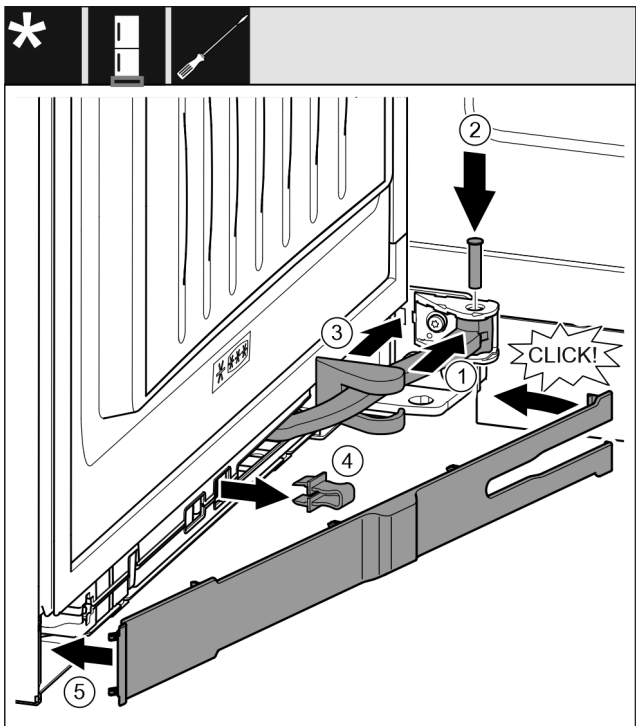

Fig. 47
- ▶ Pasukite lankstą durų kabinimo įtaise. Fig. 47 (1)
- ▶ Atsuktuvu T15 įstatykite varžtą į kabinimo įtaisą ir lankstą. Atkreipkite dėmesį į tai, kad fiksavimo kumštelis būtų griovelyje tinkamoje padėtyje. Fig. 47 (2)
- ▶ Pastumkite atraminės gembės dengiamąją plokštelę išilgai lanksto ir sumontuokite virš kabinimo įtaiso. Fig. 47 (3)
- ▶ Nuimkite fiksatorių. Fig. 47 (4)
- ▶ Uždėkite ir uždenkite gaubtą rankenėlės pusėje. Fig. 47 (5)